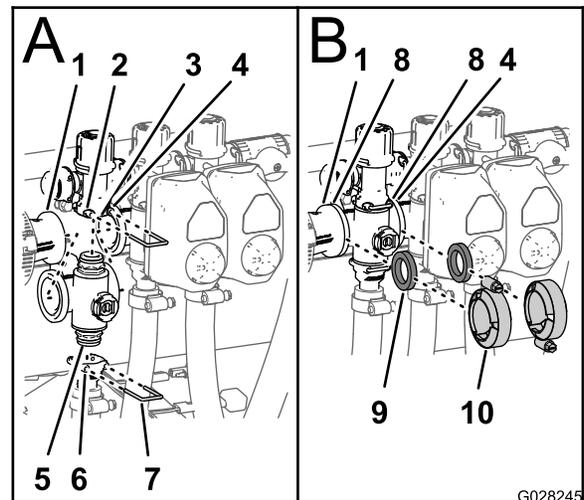

Figure 88
1. Insérez le raccord d'embout supérieur de la soupape du collecteur dans le raccord de dérivation (A de Figure 88).
2. Fixez le raccord d'embout au raccord de dérivation en insérant un étrier de fixation dans la douille du raccord de dérivation (A de Figure 88).
3. Montez le raccord de sortie sur le raccord d'embout inférieur de la soupape de collecteur (A de Figure 88).
4. Fixez le raccord d'embout au raccord de sortie en insérant un étrier de fixation dans la douille du raccord de sortie (A de Figure 88).
5. Placez 1 joint entre les brides de l'accouplement réducteur et du collecteur de vanne de section (B de Figure 88).
6. Montez l'accouplement réducteur, le joint et le collecteur de vanne de section avec un collier serré à la main (B de Figure 88).
7. Si vous montez les 2 vannes de section à l'extrême gauche, placez 1 joint entre les brides des 2 collecteurs de vanne de section adjacentes (B de Figure 88).
8. Montez les 2 collecteurs de vanne de section adjacentes et le joint avec un collier serré à la main (B de Figure 88).